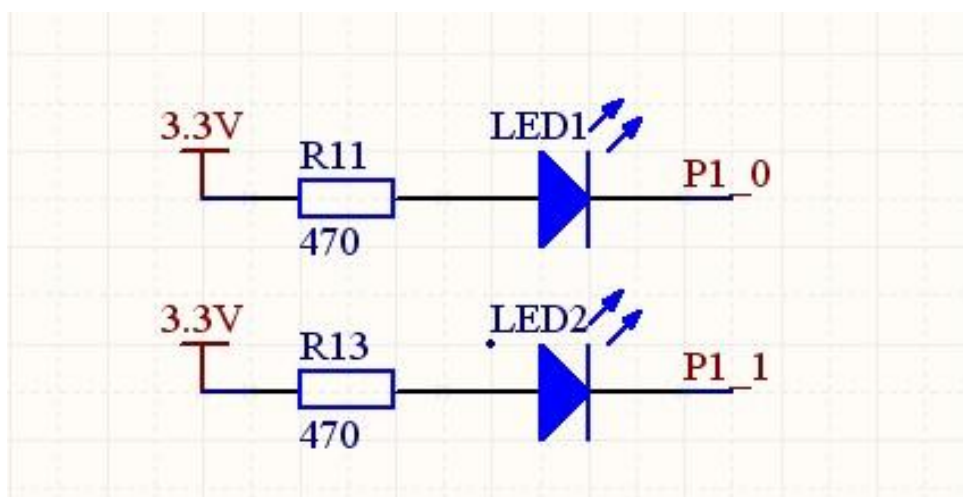

图 2.7 LED 电路图
**实验讲解：** 我们先来看看 WeBee 底板的 LED 部分原理图：如图 2.7 所示。